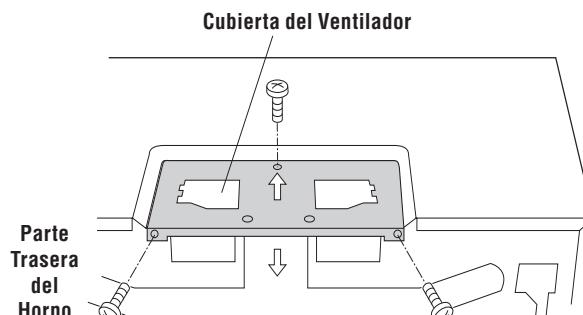

Figura 7
la Cubierta del Ventilador deslizándola en dirección opuesta a la fecha indicada sobre la Cubierta de Ventilador, según se muestra en la Figura 7.
1. Remueva y guarde los 2 tornillos del borde trasero y 1 tornillo de la parte central superior de la Cubierta del Ventilador. Remueva la Cubierta del Ventilador deslizándola en dirección opuesta a la flecha indicada sobre la Cubierta del Ventilador según se muestra en la Figura 7.